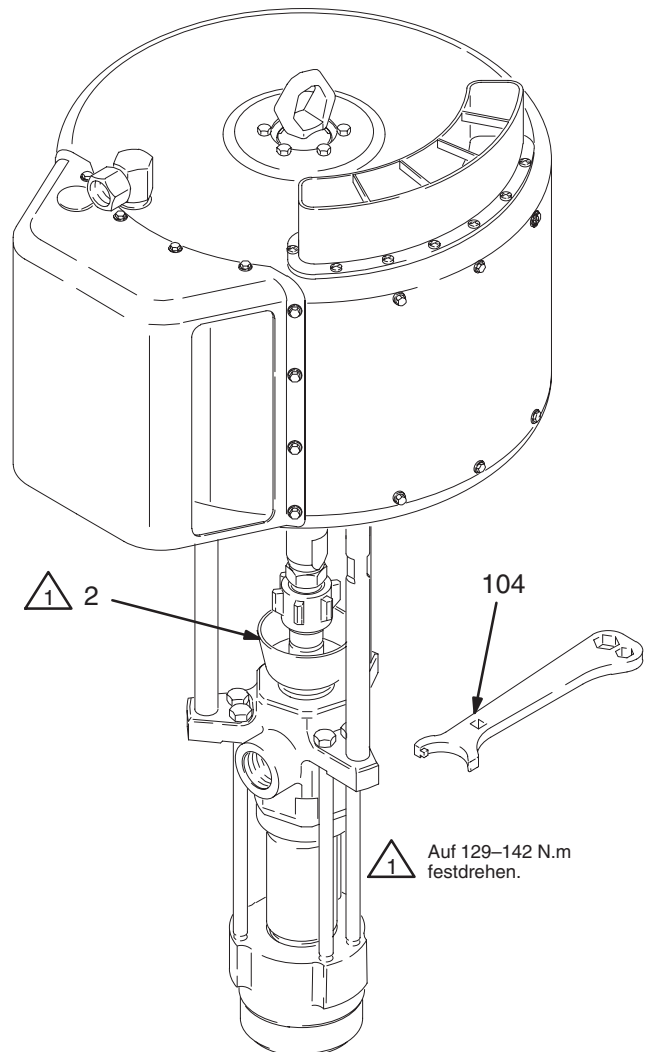

Abb. 3
Vor dem Starten die Packungsmutter (2) zu 1/3 mit Graco TSL-Flüssigkeit oder einer verträglichen Lösung füllen. Siehe Abb. 3.